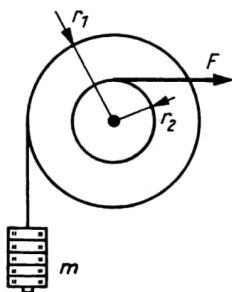

Bild 45
- 3.76 Ein Spanndraht wird dadurch straff gehalten, daß er nach Bild 45 an einer durch schwere Betonklötze belasteten Rolle befestigt wird. Berechnen Sie allgemein die Zugkraft, die auf den Spanndraht ausgeübt wird, wenn die Masse der Klötze sowie die Radien r_1 und r_2 bekannt sind.